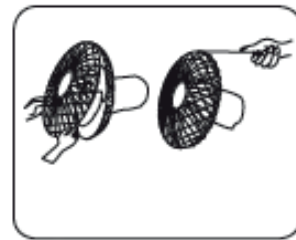

Fig. 3
3. Åbn klemmerne på det forreste gitter, og placer det forreste gitter på det bageste gitter (juster låseskruehullerne), og luk klemmene. Fastgør de to gitre ved at montere og tilspænde fastgørelsesskruen og møtrikken. (Fig. 3).